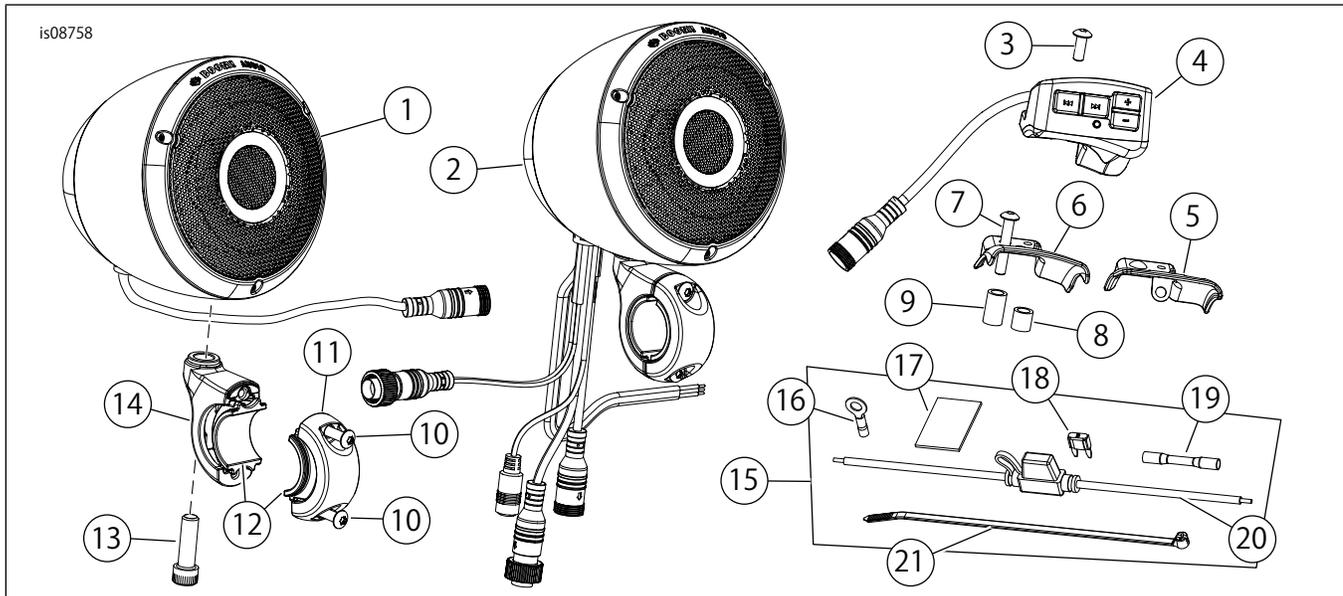

図7。交換用パーツ、ハンドルバーマウントスピーカーキット
- ・「図7」を参照してください。5つの電装コネクタ付きスピーカーポッド(2)が、ハンドルバーのブレーキ側に取り付けられています。1つの電気コネクタ付きスピーカーポッド(1)が、クラッチ側に取り付けられています。
1. 「図7」を参照してください。事前に決めた位置にスピーカーを配置します。モデルによってはクラッチケーブルの再配置が必要な場合があります。Loctite (青) をすべてのクランプスクリュー(10および13)に数滴垂らします。クランプ(14および11)をスクリュー(10)でスピーカーをハンドルバーに固定します。スクリュー(10)を4.5~6.8 Nm (40 ~ 60 in-lbs) のトルク値で締め付けます。スクリュー(13)を20~27 Nm (180~240 in-lbs) のトルク値で締め付けます。